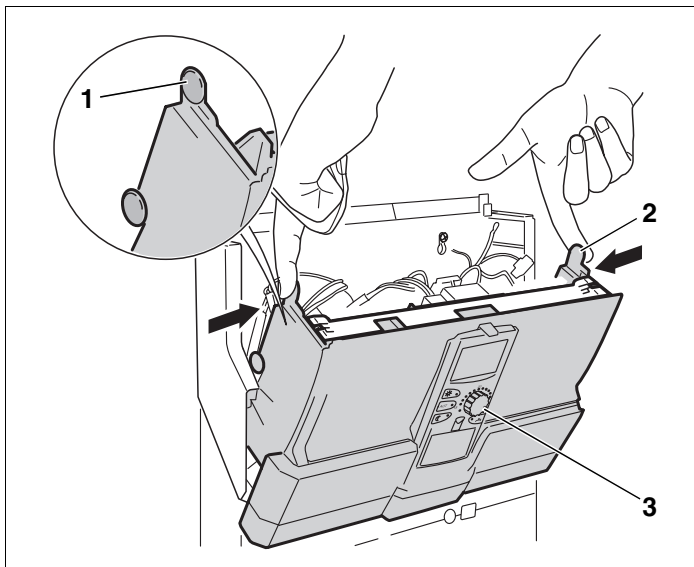

Рис. 3 Открыть переднюю крышку системы управления
- Нажмите с двух сторон на верхние выступы (рис. 3, поз. 1 и 2).
- Откройте переднюю часть системы управления вместе с MEC 2 (рис. 3, поз. 3).